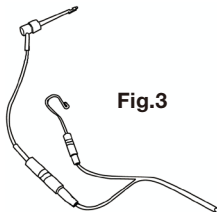

Fig.3
- (2) Conecte o clipe da lima: conecte o clipe da lima a qualquer um dos conectores do cabo de medição. (Fig. 3)
- (3) Ligue o gancho de lábios: ligue o gancho de lábios ao outro conector do cabo de medição (Fig. 3)